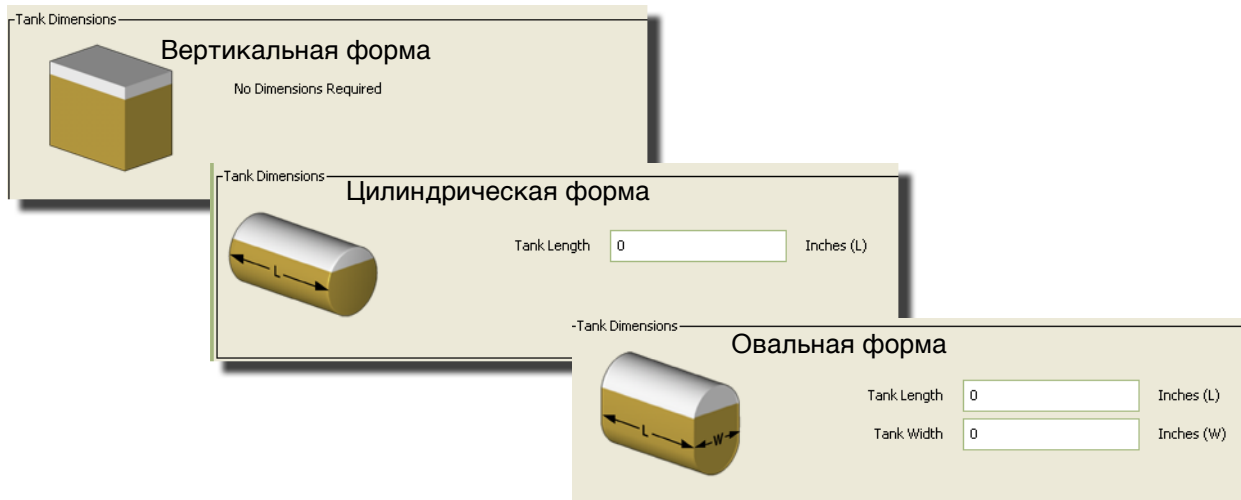

Рис. 74
- «**Tank Shape**» [Форма цистерны]: выберите «Vertical» [Вертикальная] (по умолчанию), «Cylinder» [Цилиндрическая] или «Obround» [Овальная]. Для цилиндрических и овальных цистерн нужны дополнительные сведения о габаритах (Рис. 74).